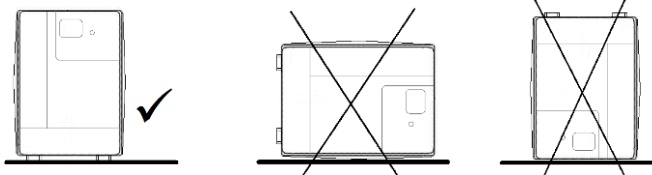

Abb. 5-1 Aufstellung als Standgerät für die gesamte OFFICE-Serie.
- Beachten Sie die vorgegebene senkrecht stehende Installationslage (siehe Abb. 5-1);